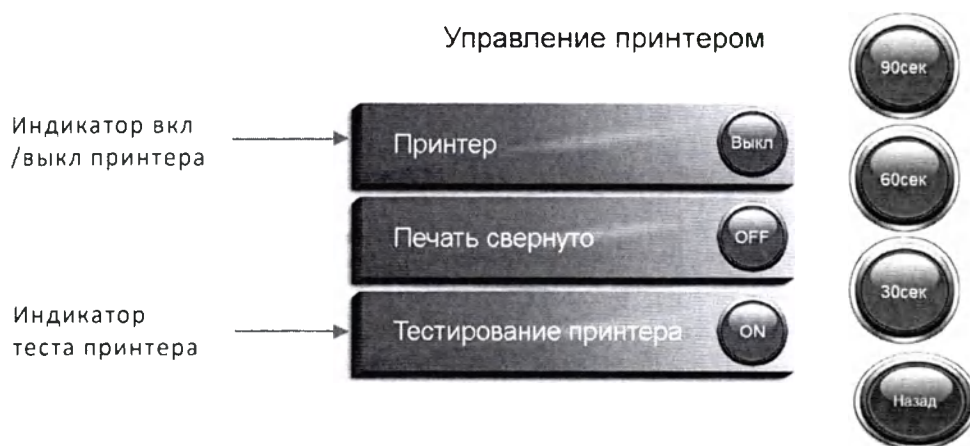

Рисунок 24
Настройка принтера – кнопка перехода к экрану настройки работы принтера (рис. 24).
- температуру и давление в камере через промежуток времени, указанный в интервале печати (рис. 24);